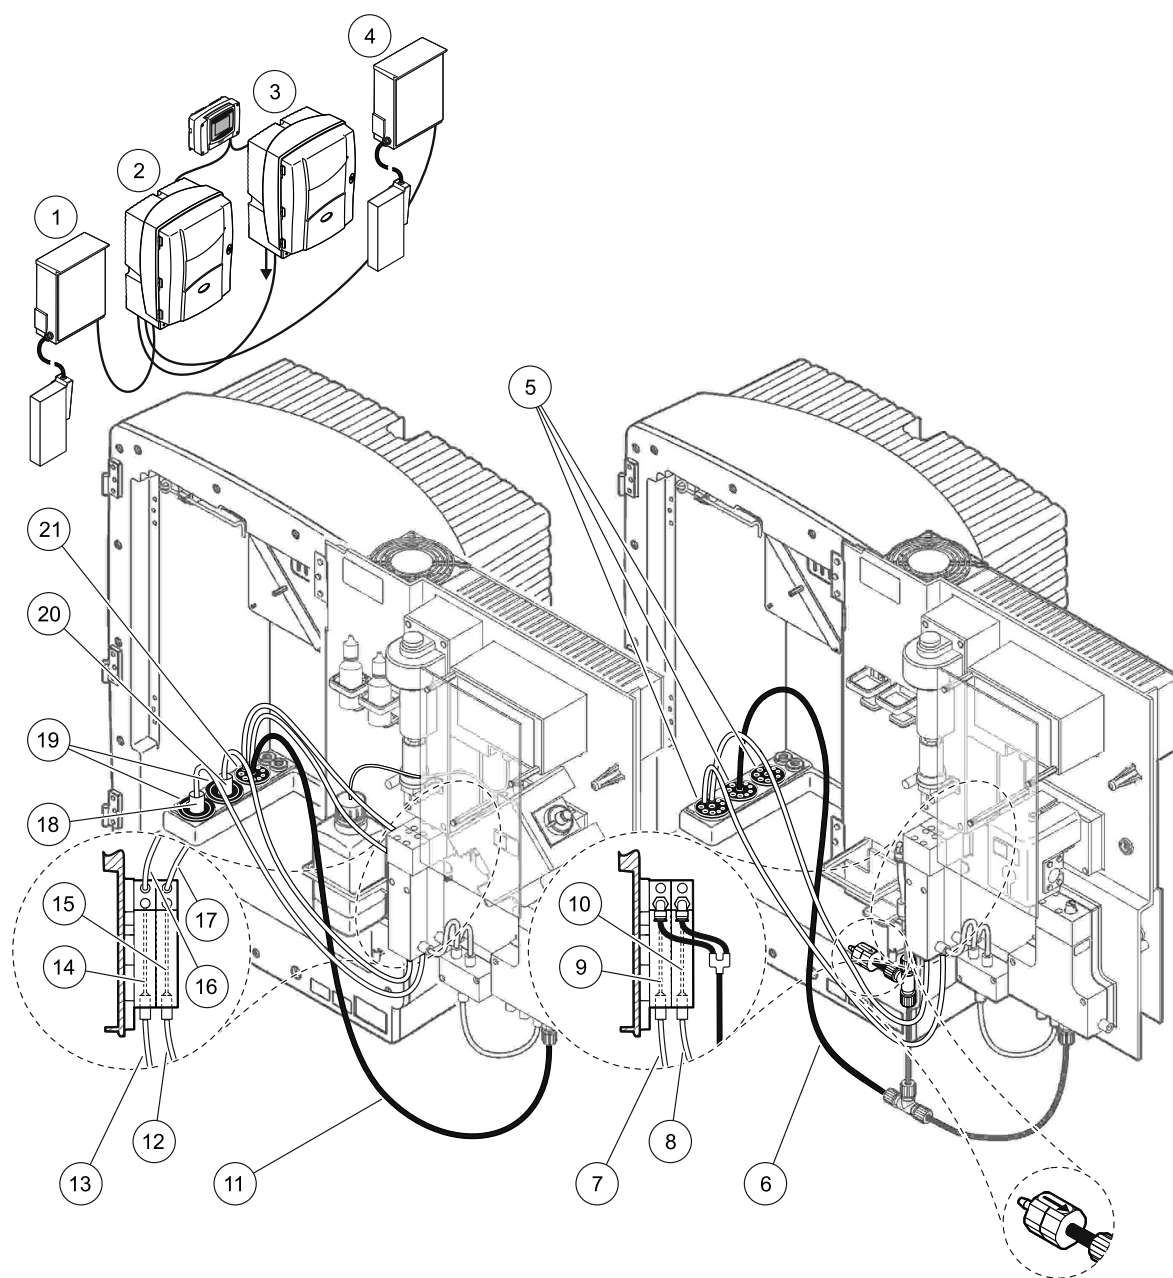

Figura 39 Configuração da Opção 9b
Consulte Figura 39 na página 108 e as instruções a seguir, relativas à Opção 9b:
- a. Passe a mangueira aquecida do FILTRAX 1 pelo analisador (Figura 39 na página 108, item 18). Use o Plugue de vedação No. 1 para prendê-la.
- b. Passe a mangueira aquecida do FILTRAX 2 pelo analisador (item 20). Use o Plugue de vedação No. 1 para prendê-la.
- f. Conecte a linha de amostra do FILTRAX 1 à entrada inferior no Receptáculo de transbordamento 1 usando os adaptadores (item 13).
- g. Conecte a linha de amostra do FILTRAX 2 à entrada inferior no Receptáculo de transbordamento 2 usando os adaptadores (item 12).